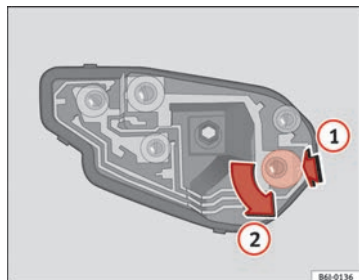

Abb. 168 Glühlampenersatz Rückleuchten
- Nach dem Abnehmen des Lampenträgers nach unten in Richtung des Pfeils **(1)** drücken und gleichzeitig in Richtung des Pfeils **(2)** ⇒ Abb. 168 drehen.